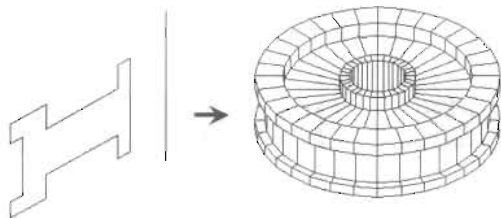

图 13-155
- (1) 使用 Revsurf (旋转网格) 命令绘制如图 13-155 所示的带轮曲面模型, 注意设置